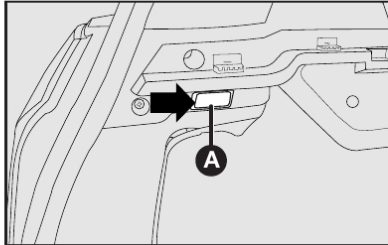

fig. 45
1) remover a lente transparente **A**-**fig. 45** forçando levemente com uma chave de fenda no local indicado pela seta;